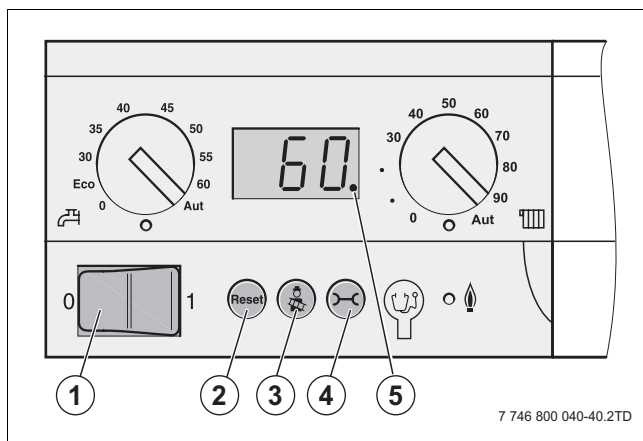

Bild 69 Grundkontrollens manöverpanel
- Ställ huvudströmbrytaren (→ bild 69, [1], sidan 46) på grundkontrollens manöverpanel på "0" (Av).